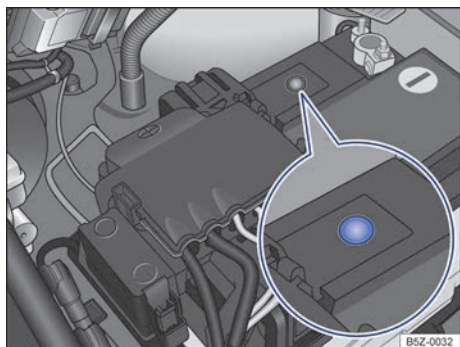

Fig. 133 En el compartimento del motor: ejemplo de posición del visor en el lado superior de la batería del vehículo.
- El visor redondo → fig. 133 en la parte superior de la batería del vehículo cambia de color dependiendo del nivel del electrólito.